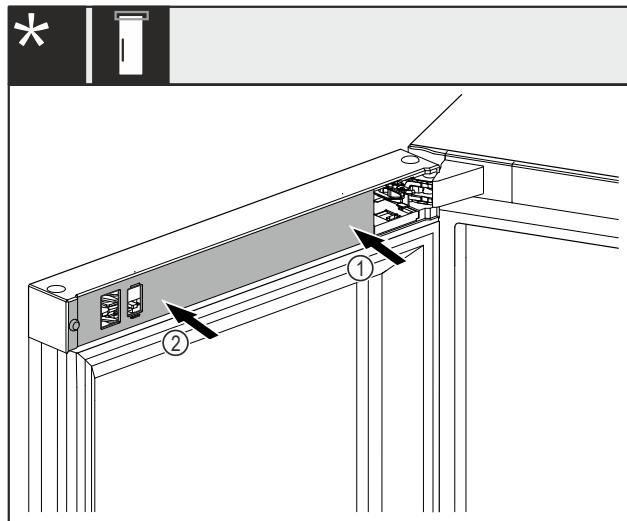

Fig. 48 \*
- ▶ 将盖板 Fig. 48 (1)先放置到托架上并卡紧。\*
- ▶ 将盖板 Fig. 48 (2)放置到外侧并卡紧。\*